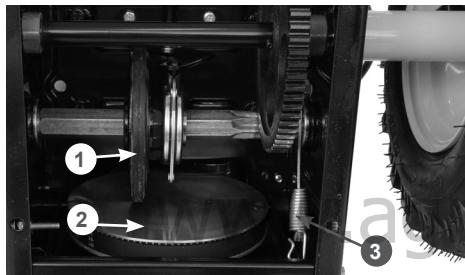

Рис. 9 Проверка регулировки троса включения хода
- нажмите рычаг включения хода. При полностью нажатом рычаге включения хода пружина 3 должна быть растянута на 0,5 - 1 см (Рис. 9);
- отпустите рычаг включения хода. Между резиновым фрикционным колесом 1 и ведущим диском 2 должен быть зазор не менее 1 мм (Рис. 9);